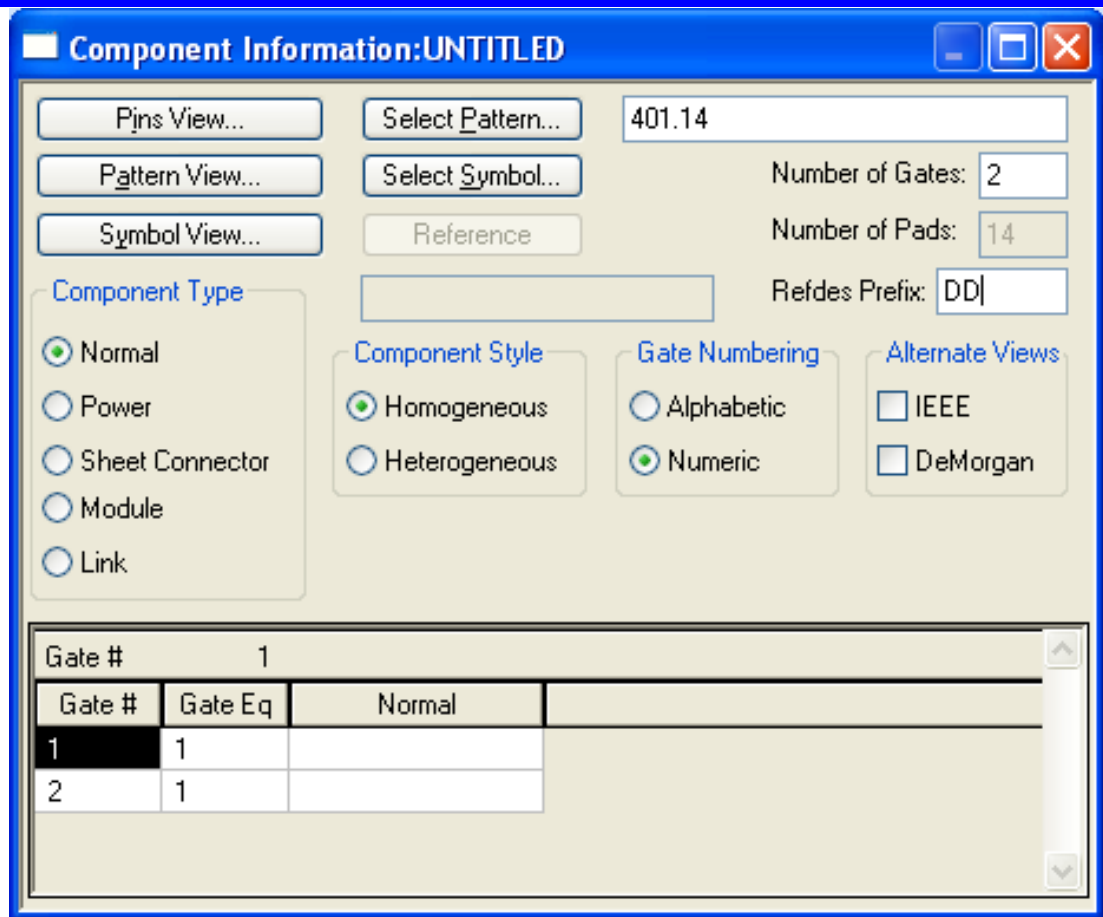

Рисунок 3.6 – Настройки в диалоговом окне **Component Information**
- В результате получим настройки, представленные на *рис. 3.6*.